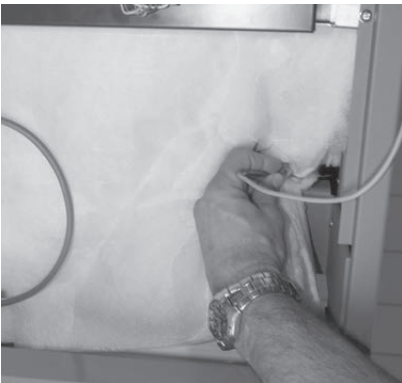
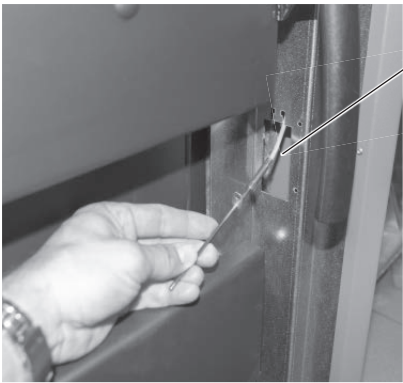

Fig. 49 Infilare la sonda Thermocontrol in alto
Fig. 50 Passare la sonda Thermocontrol
- Passare la sonda Thermocontrol (cavo verde) davanti infilandola nella parete laterale destra verso il basso – Fig. 49, Fig. 50. Dapprima piegare e rompere la prepunzonatura (passaggio) in basso nella parete laterale.